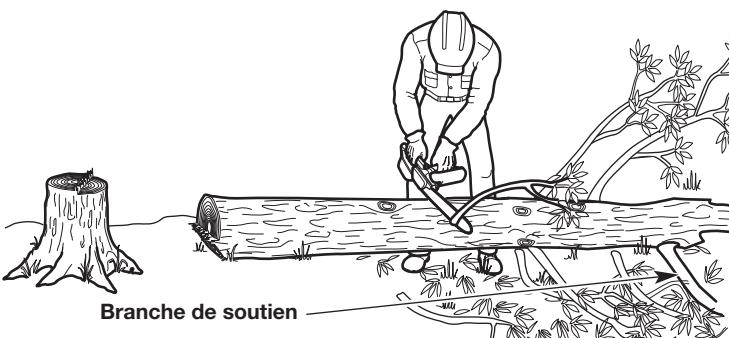

Fig. 13
- Laissez les grosses branches de soutien sous l'arbre pour la fin (Fig. 13). Ceux-ci garderont l'arbre au sol pendant le processus d'ébranchage.
- Coupez une branche à la fois. Tenez-vous du côté opposé de l'arbre à partir de la branche (Fig. 13). Gardez le tronc entre l'opérateur et la tronçonneuse. Pour éviter de bloquer la tronçonneuse, les branches sous tension doivent être coupées de bas en haut.